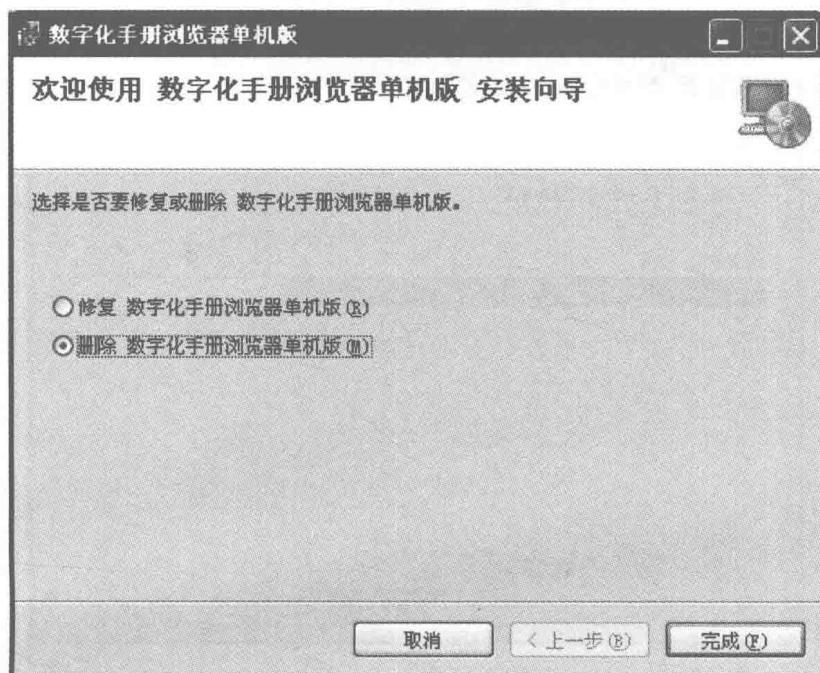

图 1-6 “选择是否要修复或删除 数字化手册浏览器单机版”窗口
如果第一次安装失败，在进行下一次安装时，系统会弹出“选择是否要修复或删除 数字化手册浏览器单机版”窗口（图 1-6），选择“删除 数字化手册浏览器单机版 (M)”单选框，单击“完成”按钮，删除此前的安装程序。然后，再重新进行安装操作。